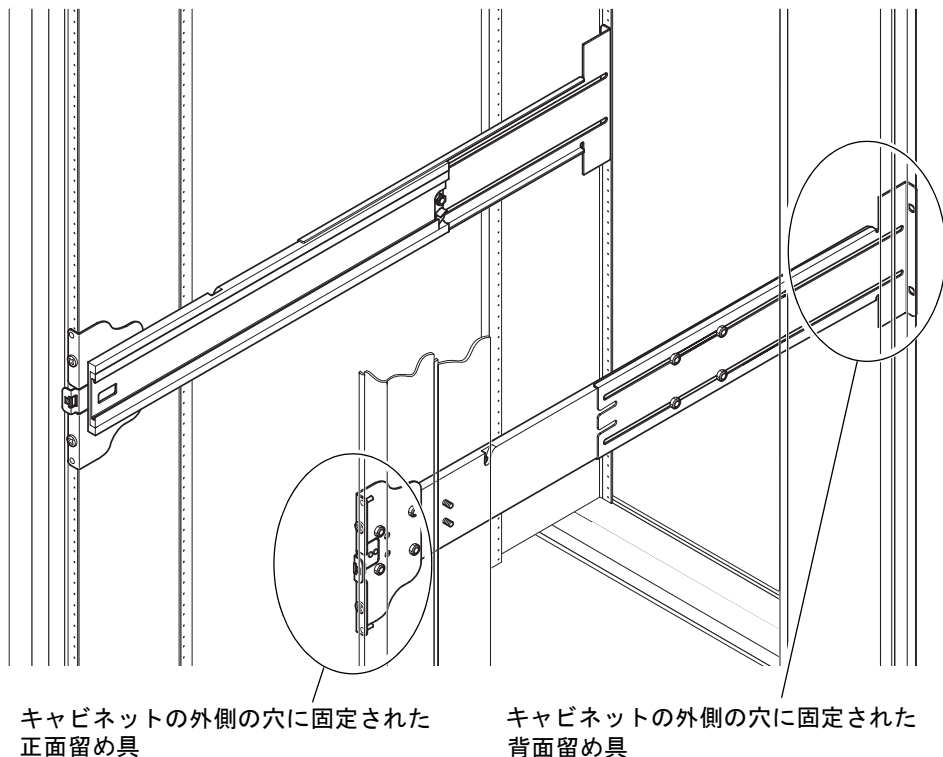

図 1-7 Sun Rack 900 キャビネットまたは 19 インチの 4 ポストキャビネットでのレールの取り付け
3. 正面留め具のピンをキャビネットの 22 番と 33 番の穴に差し込みます (図 1-7)。
3. 正面留め具のピンをキャビネットの 58 番と 69 番の穴に差し込みます (図 1-7)。留め具が固定されるまで、このピンが適切な位置で留め具を支えています。
3. 2 本の No. 10-32 UNF ねじを使用して、背面留め具を固定します (図 1-7)。
4. 2 本の No. 10-32 UNF ねじを使用して、正面留め具を固定します (図 1-7)。